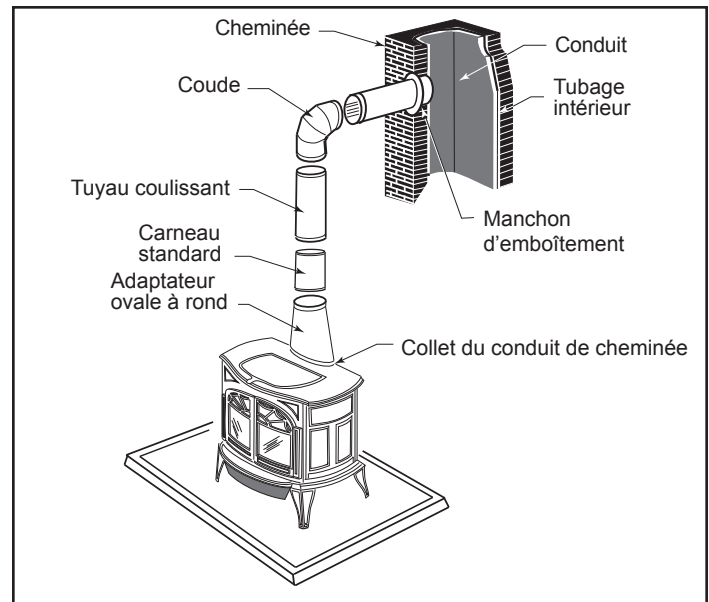

Figure 2.4 – Vue éclatée du carneau dans une installation autoportante en maçonnerie.
- Attachez chaque joint entre les sections du carneau, y compris les joints télescopiques, avec au moins trois (3) vis à tôle. Les trous prépercés au sommet de chaque section du carneau servent de guides lorsque vous percez des trous de 3 mm (1/8 po) dans la partie inférieure de la section suivante.
- Attachez le carneau à la cheminée. Les instructions pour diverses installations sont données ci-dessous. La figure 2.4 illustre la disposition générale des pièces du carneau.